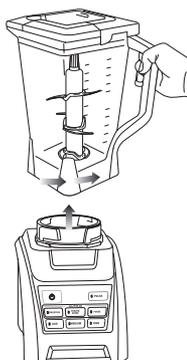

Fig. 8
- 14 Gire el vaso en el sentido contrario al de las agujas del reloj para retirarlo y, luego, levántelo de la base. (Fig. 8)